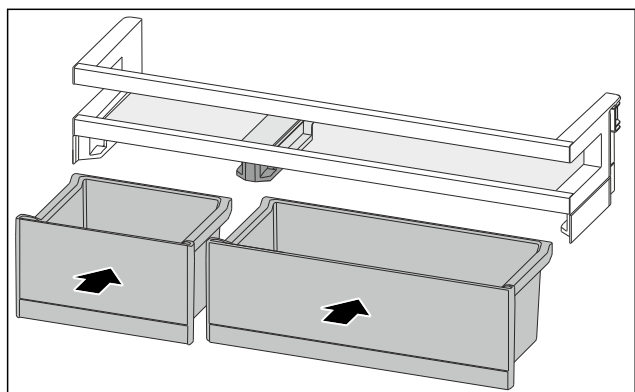

Fig. 126
- ▶ 排列互换后装入 VarioBox。（参见 Fig. 126）